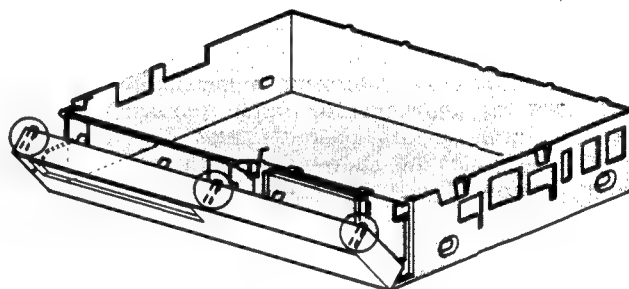

Fig. 2-3
- Die Bedienungsplatte ist mit drei Einschnappkonstruktionen (siehe Bild 2-3) am Untergehäuse verriegelt. Durch Entriegeln dieser Einschnappkonstruktionen lässt sich die ganze Bedienungsplatte nach vorne kippen.